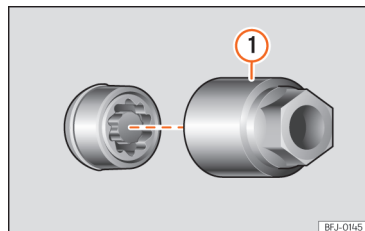

Fig. 195 Parafuso antirroubo com capa de proteção e adaptador.
- Encaixe o adaptador especial » **Fig. 195 ①** (ferramenta de bordo ») **Página 272**) no parafuso antirroubo da roda até ao limite.